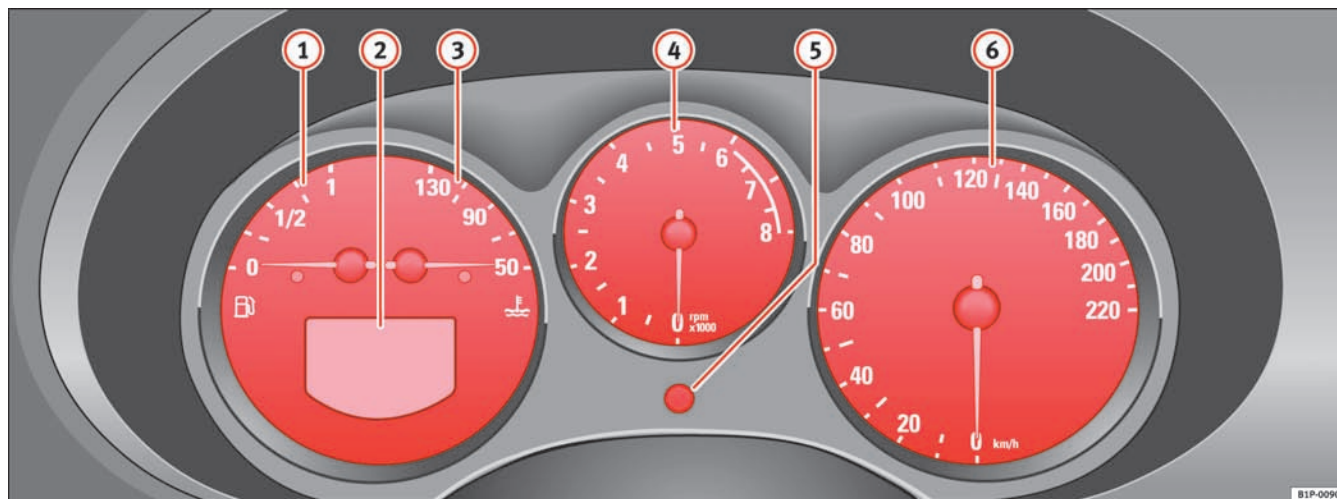

Fig. 32 Udsnit af instrumentpanelet: kombiinstrument
Begyndelsen af det røde område ⇒ side 54, fig. 32 ④ markerer det maksimalt tilladte motoromdrejningstal ved driftstemperatur. Før du når dette område, bør du skifte til næste højere gear, vælge gearvælgerposition D eller flytte foden fra speederen.
- Drej indstillingsknappen ⇒ side 54, fig. 32 ⑤ helt til venstre. På den måde bliver timerne indstillet. Hvis du kun drejer indstillingsknappen et kort øjeblik til venstre, bliver uret stillet en time frem.
Den højre tæller registrerer de korte strækninger. Det sidste ciffer skifter for hver 100 m. Triptælleren kan nulstilles ved at trykke på nulstillingsknappen ⇒ side 54, fig. 32 ⑤.